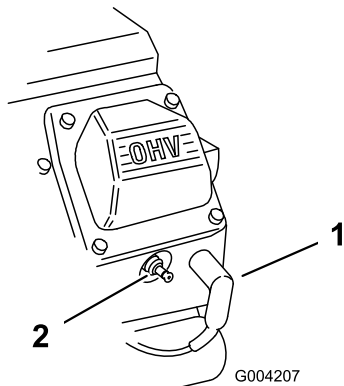

図 49
- 点火プラグのコードが抜けているのを確認する(図 49)。
- 点火コードを取り付ける(図 49)。